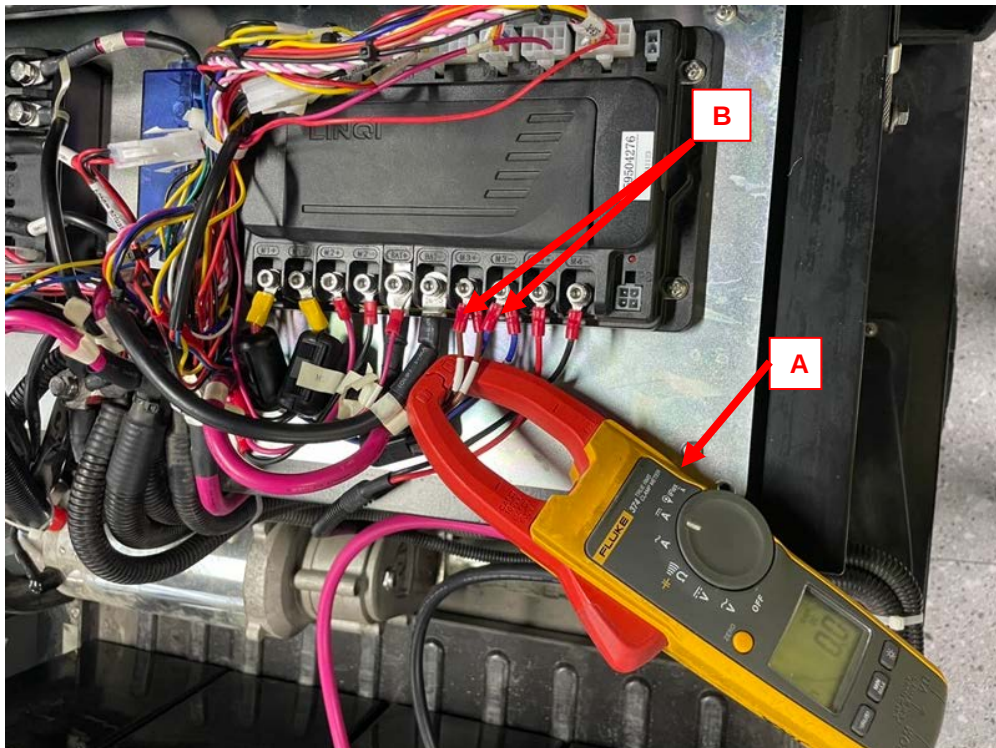

Figura 59
2. Applicare la pinza amperometrica (A, Figura 59) su uno dei fili del motore della spazzola laterale (B, Figura 59).